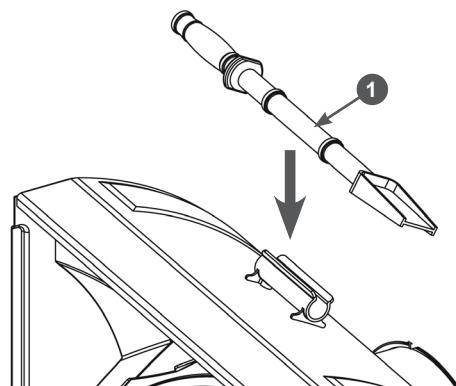

Рис. 28 Расположение лопатки для очистки
3. Для очистки всегда используйте специальную лопатку, а не руки. Лопатка 1 прикреплена к верхней части кожуха шнеков (Рис. 28).